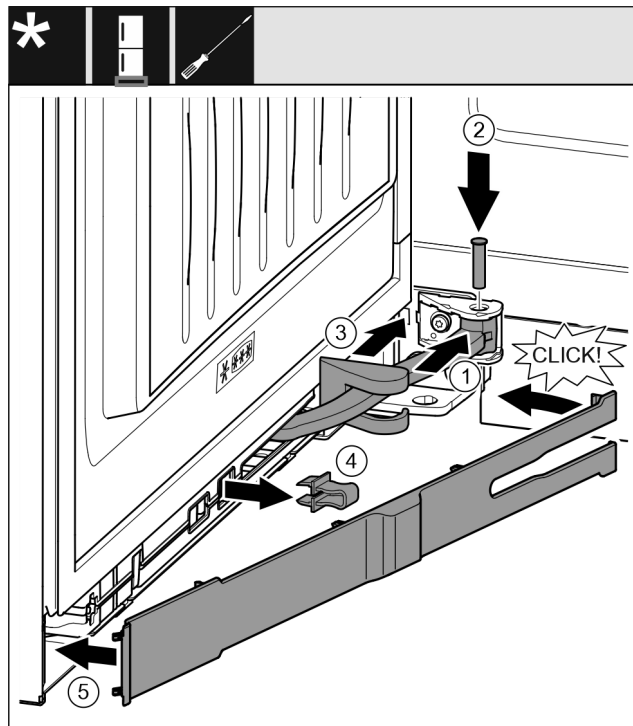

Fig. 38
- ▶ Vrid leden i upphängningen. Fig. 38 (1)
- ▶ Sätt in bulten med en skruvmejsel T15 i upphängning och leden. Se till att låskammen sitter korrekt i spåret. Fig. 38 (2)
- ▶ Skjut lagerbockskyddet längs med leden och montera över upphängningen. Fig. 38 (3)
- ▶ Ta bort spärren. Fig. 38 (4)
- ▶ Sätt an panelen på greppsidan och sväng in. Fig. 38 (5)